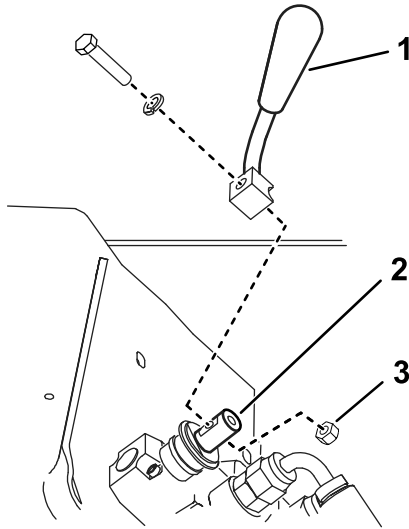

Figure 3
2. Fixez le levier à la valve sélectrice de vitesse avec le boulon, la rondelle-frein et l'écrou, comme montré à la Figure 3.